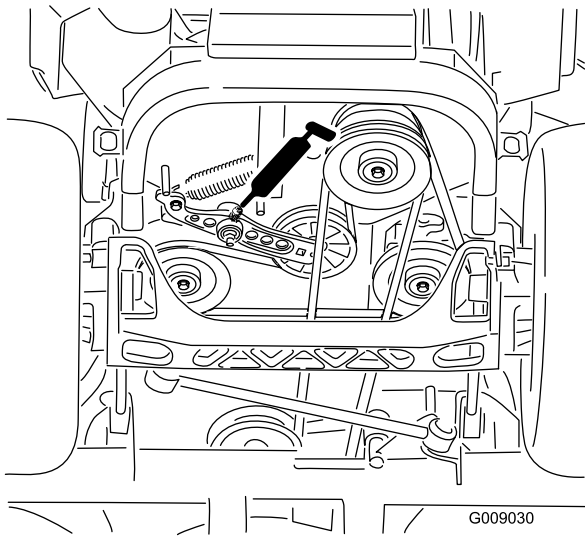

Bild 44
5. Schmieren Sie den Spannarm des Treibriemens (Bild 44).